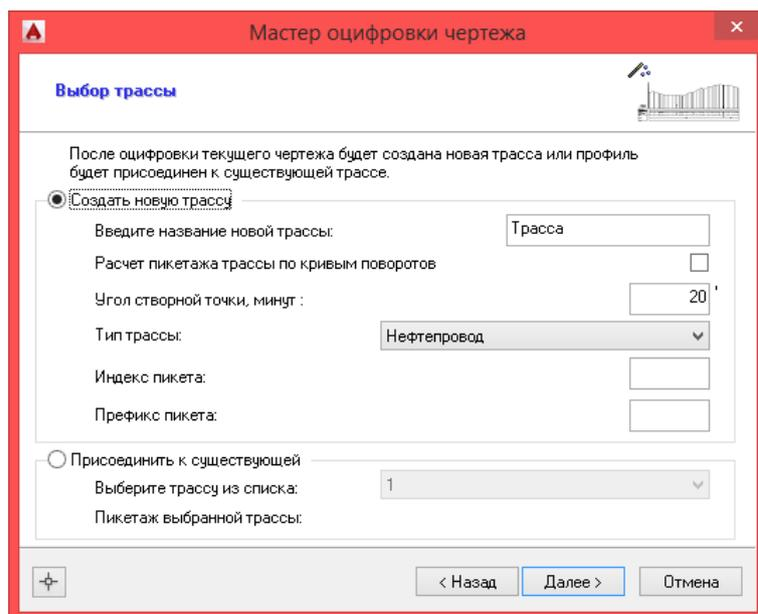
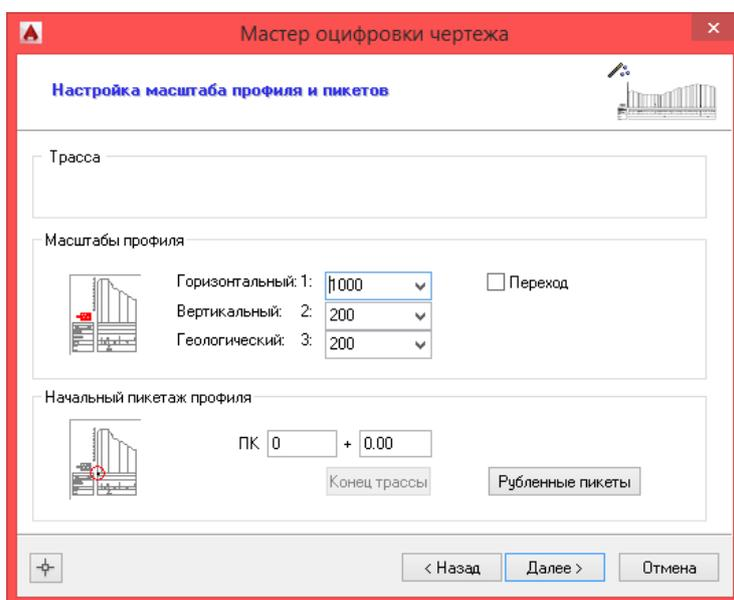

Рис. 23 Мастер оцифровки - выбор трассы
Рис. 24 Мастер оцифровки - указание масштабов профиля
3. На первом шаге в *Мастере оцифровки* установить переключатель в положение *Создать новую трассу* (см. рис. 23) и ввести название трассы, например, ТРАССА. Указать, что данный чертеж является переходом (флажок *Переход*, см. рис. 24).